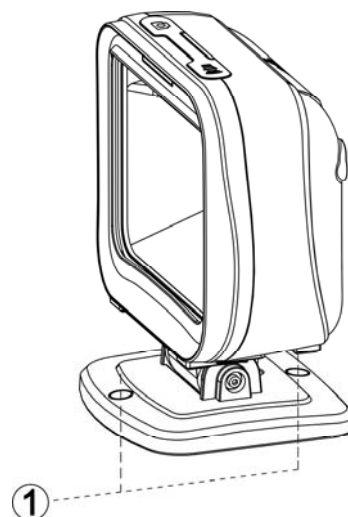

图 4-4
- 4、如图 4-4 所示，如需将底座固定在桌面等平台上，可用螺丝刀将两塑胶塞（图中①处）从底部捅出，然后用合适的螺丝穿过预留的螺孔进行固定。